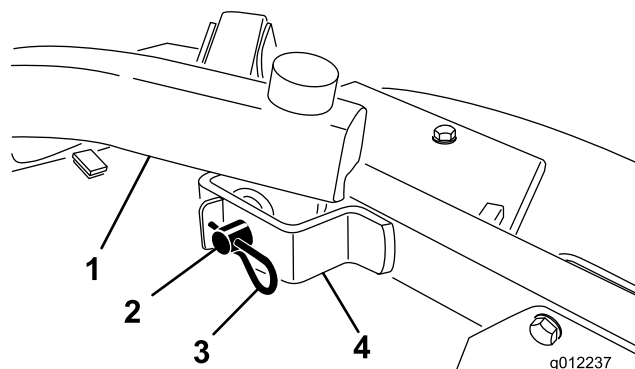

Figura 24
4. Retire los pasadores y las chavetas que fijan los brazos de elevación a los soportes de los brazos de las ruedas giratorias (Figura 24).